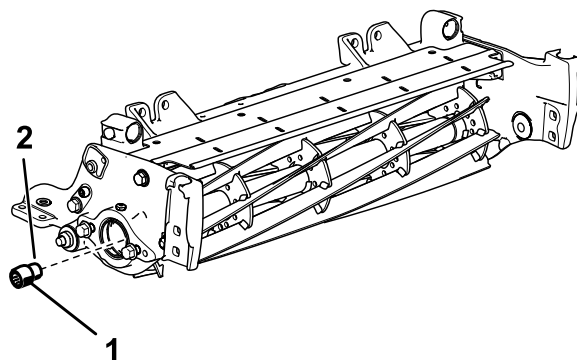

图3
5. 使用滚刀驱动轴工具（零件号 TOR4112 用于 12.7cm 滚刀，零件号 TOR4074 用于 17.8cm 滚刀）从滚刀轴的两端卸下现有花键插入件。请参阅 图3。